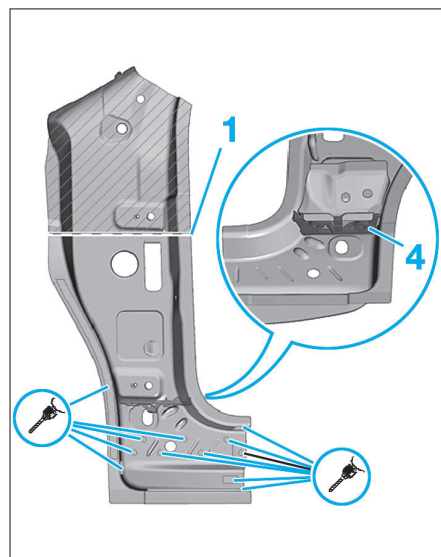

FIG. 36
- Reporter la ligne de coupe (1) sur le renfort de montant A et découper le renfort (Fig.36).